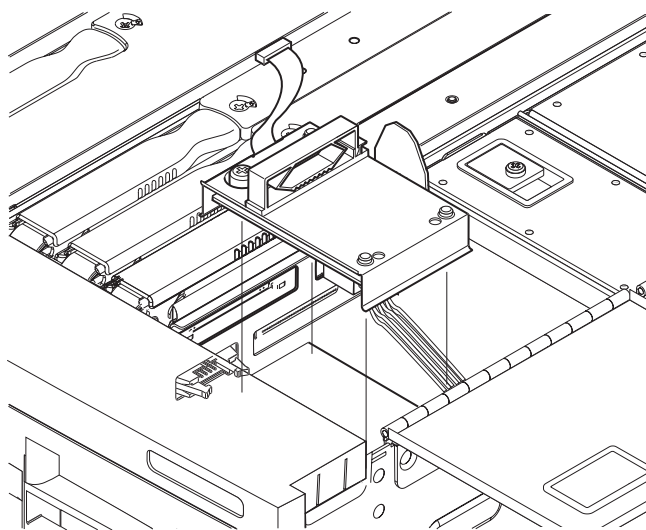

図 5-24 SCC リーダーの取り外し
11. リーダーを持ち上げてピンから外します (図 5-24)。電源装置を ESD マットの上に置きます。
8. リーダーをピンに合わせて置きます。しっかりと押し込んで固定します (図 5-24)。